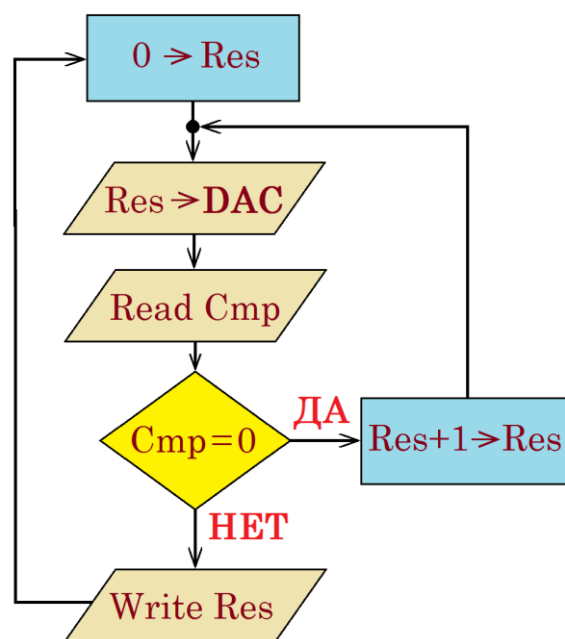
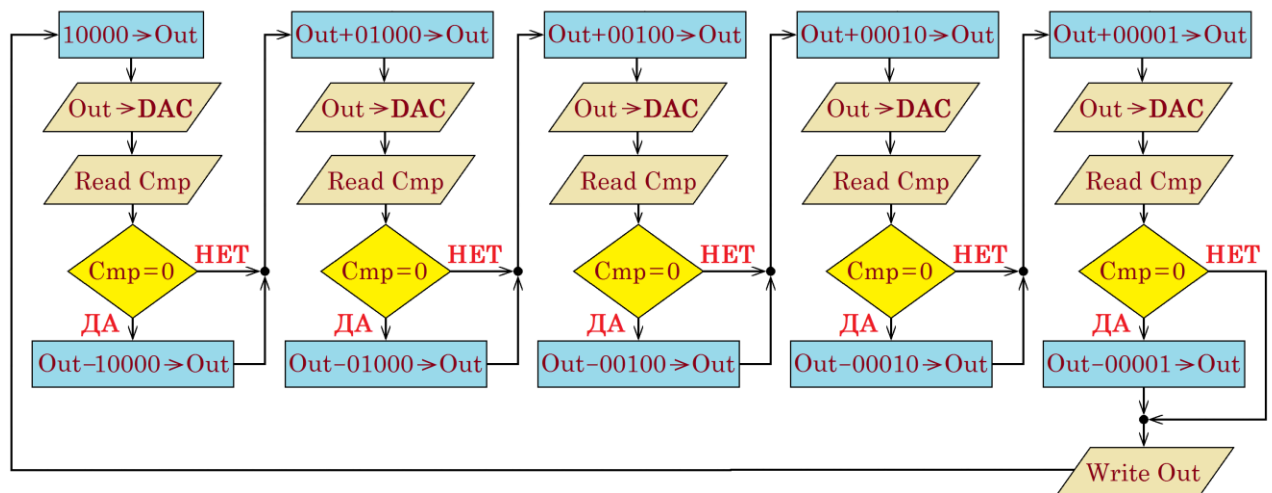

Рис.2. Алгоритм работы АЦП прямого счёта
Рис.3. Алгоритм работы 5-разрядного АЦП последовательного приближения
Алгоритм формирования уровня напряжения сравнения может быть различным и определяет тип АЦП. На рис.2 и рис.3 представлены два наиболее распространённых алгоритма работы АЦП – АЦП прямого счёта и АЦП последовательного напряжения.
В АЦП прямого счёта (рис.2) на вход ЦАП подаётся содержимое регистра Res, который изначально принимает нулевое значение, и затем соответствующее Res постоянное напряжение сравнивается с измеряемым напряжением. До той поры, пока предлагаемое регистром Res напряжение U_{Res} меньше измеряемого напряжения $U_{Изм}$, происходит инкрементирование Res. Как только выполнится условие $U_{Res} > U_{Изм}$, содержимое регистра Res поступает на выход АЦП, Res снова принимает нулевое значение, и процедура повторяется.
Гораздо быстрее работает АЦП последовательного приближения (рис.3), имеющий другое часто употребляемое название – АЦП поразрядного уравнивания. Алгоритм его работы основан на сравнении $U_{Изм}$ сначала с половиной максимально возможного напряжения U_{max} , затем к результату сравнения (0, если $U_{Out} < U_{Изм}$ и $1/2 U_{max}$ в противном случае) добавляется четверть максимально возможного напряжения U_{max} , затем в зависимости от ре-
3. Составить программу для микроконтроллера АЦП в соответствии со схемой алгоритма рис. 3.